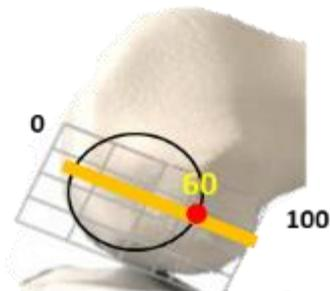

Figura 2
- En sentido anteroposterior, siendo anterior el número 0 y posterior el número 100 el punto isométrico se encuentra en 60 Figura 2.
*Para identificar el 60% en el sentido anteroposterior se recomienda palpar en cirugía la referencia número 100 (posterior) de la figura 2.